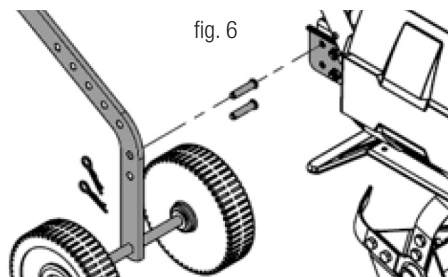

fig. 6
1. Montare le ruote di supporto con la coppiglia e la coppiglia. fig. 6.